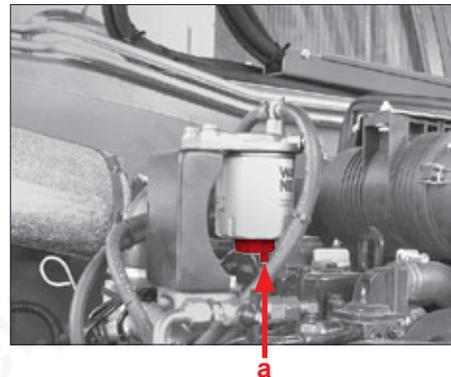

Fig. 101
2. Løsn aftapningsskruen pos. a (fig. 101).